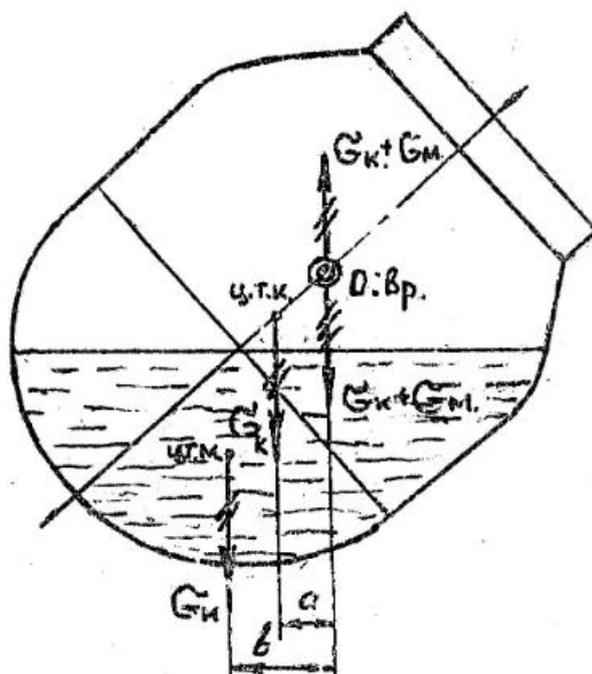

Рисунок 4 – Схема для определения объема и центра тяжести металла при наклоне конвертора на угол φ
17. Определяем опрокидывающий момент M_m , кН·м (рисунок 4):